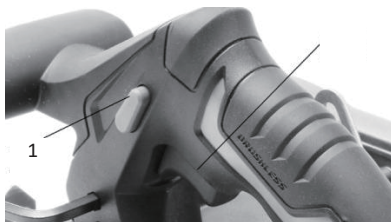

Fig. 5
6.2 Accensione e spegnimento (Fig. 5)
- a) Avviare la sega circolare premendo prima l'interruttore di sicurezza (1) e poi l'interruttore di accensione (2).
- b) La protezione inferiore (18) si apre automaticamente quando la sega viene spinta in avanti. Non aprire manualmente la protezione inferiore della lama (18).
- c) Spegner la sega circolare rilasciando l'interruttore di accensione (2).